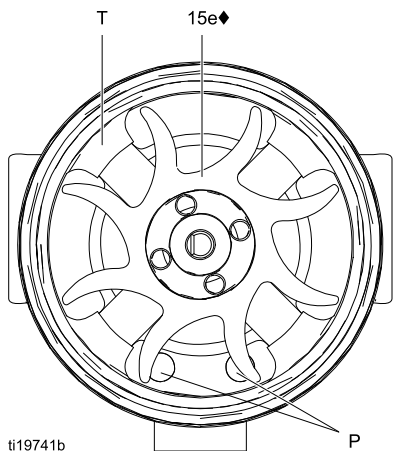
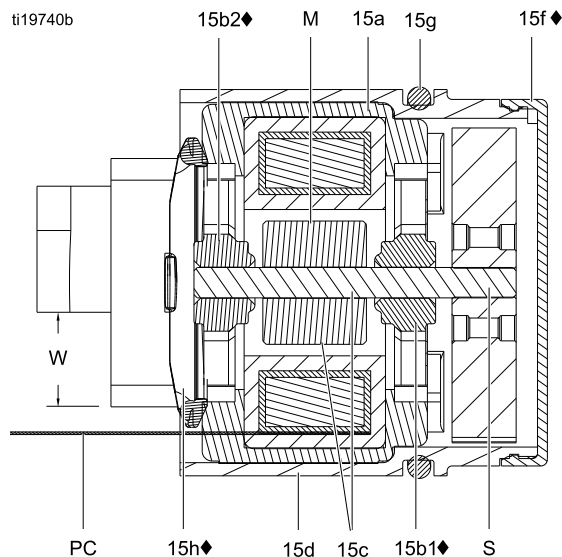

Figure 34 Gebläseausrichtung
Figure 35 Generatorquerschnitt
7. Die Spulenbaugruppe (15a) auf der Werkbank mit nach obenweisendem Gebläseende ablegen. Mit einem breiten Schraubendreher das Gebläse (15e) von der Welle (S) abnehmen.
10. Neues unteres Lager (15b1◆) auf langem Teil des Schafts (S) installieren. Die flache Seite des Lagers muss vom Magneten (M) weg weisen. In der Spule (15a) installieren, sodass die Lagerflügel bündig an der Oberfläche der Spule anliegen.
12. Die Spulengruppe (15a) auf der Werkbank mit nach oben weisendem Gebläseende ablegen. Das Gebläse (15e♦) auf das lange Teil des Schafts (S) drücken. Die Gebläseflügel müssen wie abgebildet ausgerichtet sein.
13. Die Spuleneinheit (15a) vorsichtig in das vordere Gehäuse (15d♦) drücken und dabei den Pin der Spule am Steckplatz im Gehäuse ausrichten. Der 3-polige Steckverbinder (PC) muss sich unterhalb der breiteren Nut (W) der vorstehenden Gehäuseteile befinden, wie in Abb. 35 dargestellt. Darauf achten, dass die Passstifte der Spule (P) entsprechend Abb. 34 positioniert sind.
14. Das Gebläse (15e) drehen, bis die Flügel die vier vorstehenden Teile der Lager (T) auf der Gehäuserückseite nicht länger verdecken. Sicherstellen, dass die Flügel des unteren Lagers (15b1♦) mit den Teilen auf einer Linie liegen.